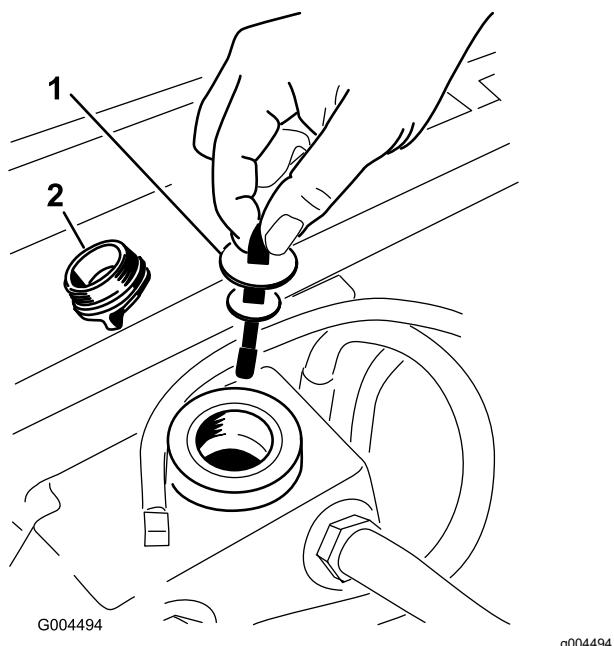

Figure 95
5. Enlevez le bouchon du goulot de remplissage du réservoir hydraulique (Figure 95).
6. Retirez la jauge et essuyez-la sur un chiffon propre (Figure 95).
7. Remettez la jauge dans le goulot de remplissage, ressortez-la et vérifiez le niveau de liquide (Figure 95).